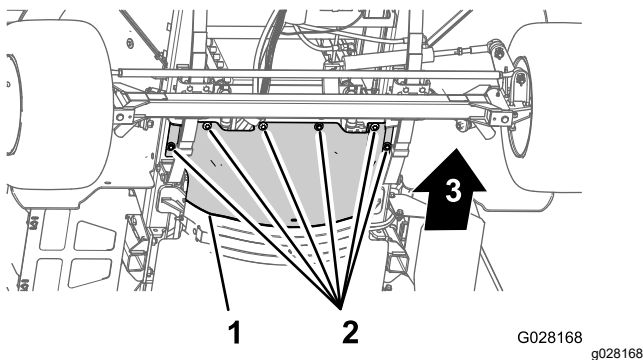

Figure 62
3. Retirez les 6 boulons à tête hexagonale et les 6 rondelles qui fixent l'écran pare-chaueur avant au châssis et déposez l'écran (Figure 62).